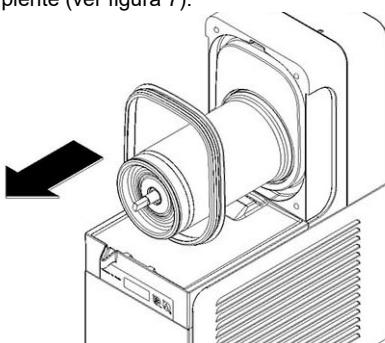

figura 7
- 4** Quite de su alojamiento la junta estanca del recipiente (ver figura 7).